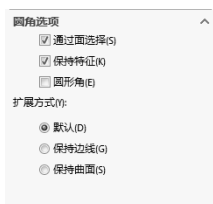

图 6-5 扩展方式
7) 在“圆角选项”选项组的“扩展方式”选项组中选择一种扩展方式, 如图 6-5 所示, 显示扩展方式。